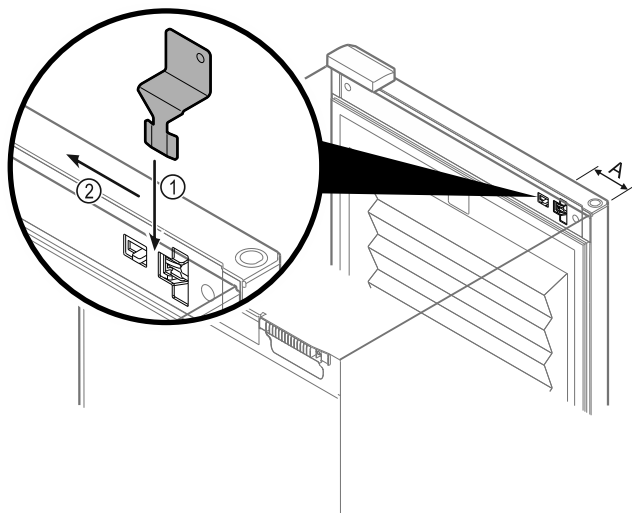

Fig. 218
- ▶ Umiestnite kľúč na núdzové odomknutie na zadané miesto Fig. 218 (A) ≈ 100 mm.
- ▶ Zasuňte zhora kľúč na núdzové odomknutie medzi dvere a teleso zariadenia až na doraz Fig. 218 (1).
- ▶ Vytiahnite kľúč na núdzové odomknutie smerom k strane závesu Fig. 218 (2).